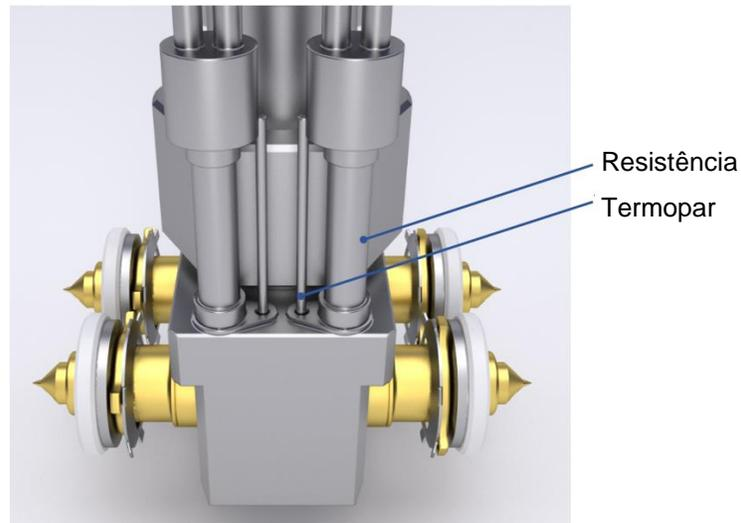

Figura 3 Conjunto da Cabeça do Bico Ultra SideGate Inline
A configuração Ultra SideGate em linha tem (4) resistências na cabeça do bico. O número de termopares depende do nível de controle solicitado pelo moldador. (Figura 3) O controle individual das ponteiras pode ser usado para melhorar o equilíbrio em aplicações com altas demandas por balanceamento. Isso requer zonas adicionais no controlador de temperatura.